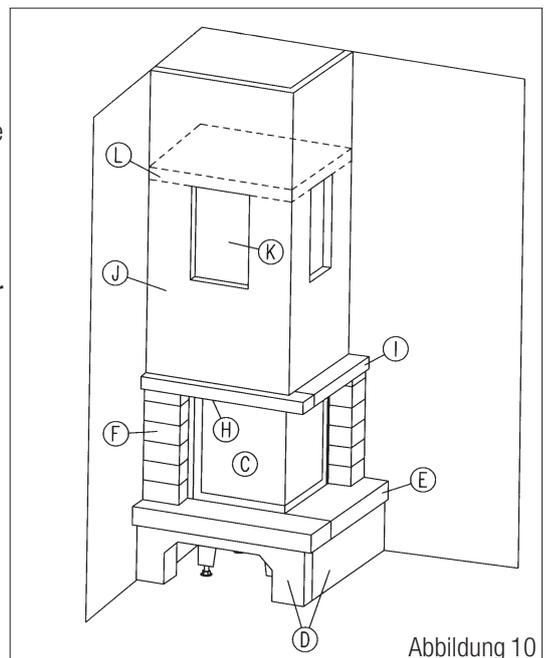

Abbildung 10
11.4 Legen Sie dann die Promasilplatten der Zwischendecke auf das Schürzenunterteil sowie auf die hinteren Dämmplatten bündig und waagrecht auf. Die Einzelteile der Zwischendecke müssen dicht miteinander verklebt sein! Auf die Zwischendecke setzen Sie die Schürze weiter bis zur Zimmerdecke. (Abb. 10)